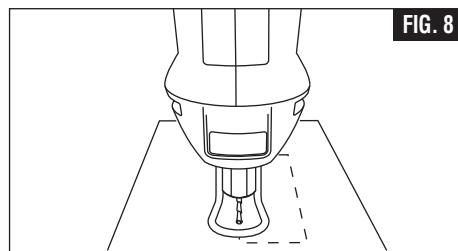

FIG. 8
Étape 4 : inclinez lentement l'outil à un angle de 90° pour commencer la coupe. Le guide de profondeur doit être au ras de la surface du matériau (Fig. 8).